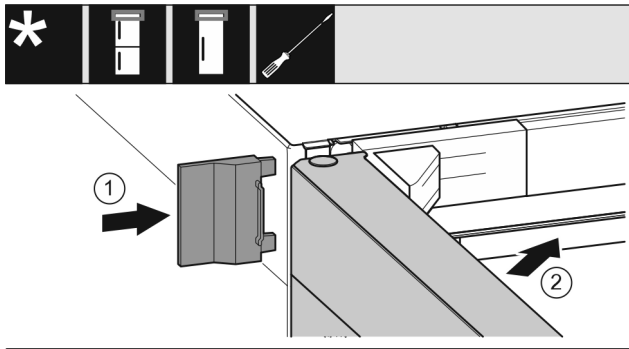

Fig. 21
- ▶ Desplace la cubierta exterior. Fig. 21 (1)
- ▶ Cierre la puerta superior. Fig. 21 (2)
- ▶ Enchufe el conector (G) en la parte posterior del aparato. Preste atención a que encaje correctamente.